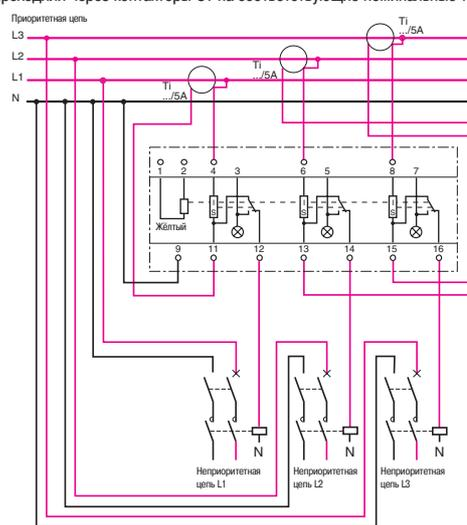

Рис. 2 - Реле CDS 3P: ток свыше 90 А: использовать трансформатор тока (In/5 А) + контактор на неприоритетной цепи
- **Подключение > 36 кВА:** если ток превышает 90 А, следует присоединять реле отключения неприоритетной нагрузки к фазе через трансформатор тока с коэффициентом In/5 А (настройка порога отключения CDS: 5 А). В установке такого типа необходимо обязательно использовать контактор на неприоритетной цепи (рис. 2).